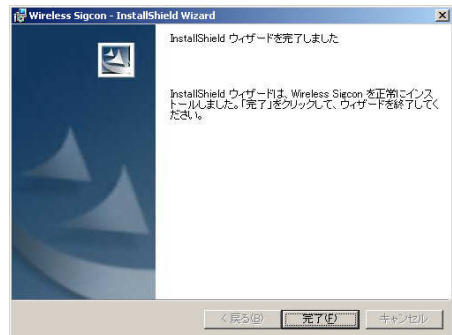

図11. インストール画面6
- ⑤ 正常にインストールを完了すると図11の画面が表示されますので『完了』ボタンをクリックしてください。